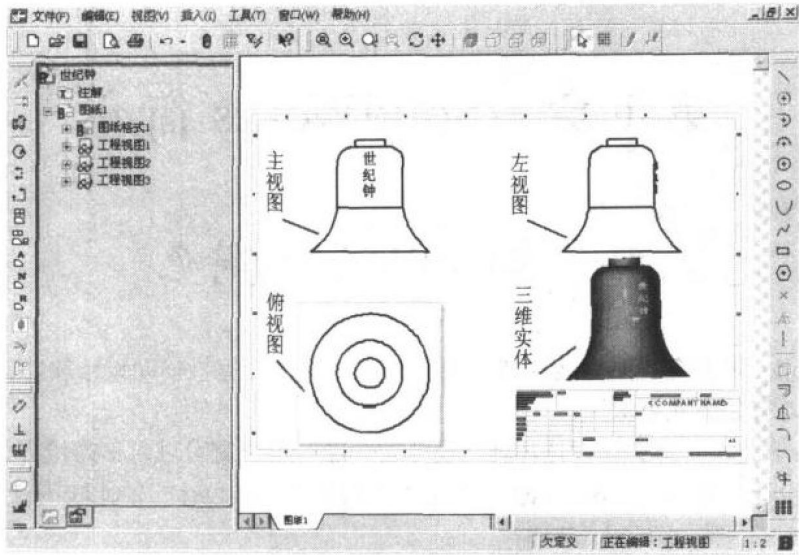

图 1-2 由 SolidWorks 设计的三维实体零件自动生成相应的视图
(2) 用人们已熟悉的 Windows 环境，采用了下拉菜单、鼠标单击、剪切、复制和拖动放置等 Windows 的常用操作。
(3) 既可方便地设计出 3 维的实体零件，又可由三维实体自动生成任何方向的视图、局部视图和剖视图等工程图样（如图 1-2 所示），不需重新绘制。
(4) 有尺寸驱动功能，改变了一个尺寸之后，零件形状会自动改变，不必重画。
(5) 支持多种数据标准，包括 IGES、DXF、DWG、SAT (ACSI)、STEP、STL、ASCII、VDAFS (VDA)、VRML、PARASOLID 等，可以很容易地将目前市场中几乎所有的机械 CAD 软件集成到现在的设计环境中来。
(6) 能直接使用三维实体零件进行仿真装配，且能动态地观察可运动零部件的运动情况，动态地检查装配关系是否合理，是否有碰撞的情况出现。
(7) SolidWorks 提供免费的开发工具 (API)，用户可以用微软的 Visual Basic, Visual C++或其他支持 OLE 的编程语言进行二次开发。
(8) 用 SolidWorks 设计的新产品可以放到网上，未安装 SolidWorks 的客户通过浏览器就可观看。极大地方便了新产品的远程发布与交流。